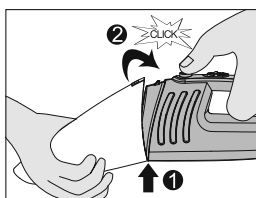

Bild 13
6. Zum Wiedereinsetzen Staubkammer an der Markierung am Gerät ausrichten. Erst unteren Teil der Staubkammer (1) einhaken, dann oberen Teil auf das Gerät (2) schieben, bis es mit einem hörbaren „Klick“ einrastet (Bild 13).